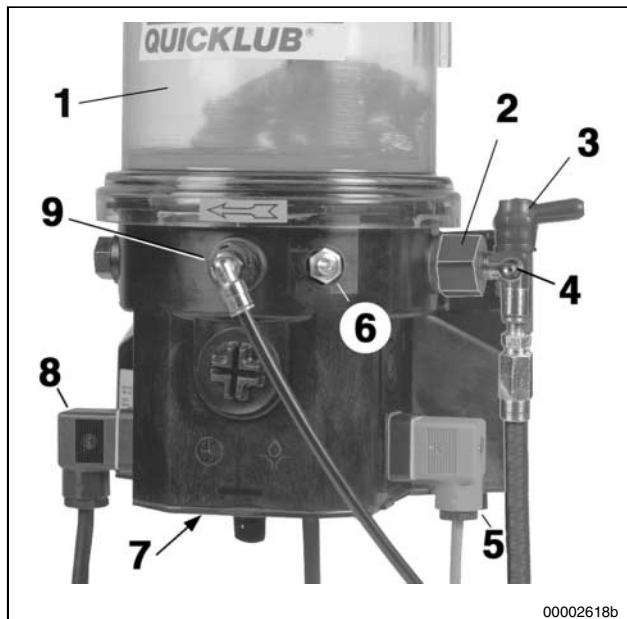

Fig. 4 Pièces composant la pompe
- La cote "S" indiquée sur la figure 4 peut être déterminée suivant la fig. 11 en fonction du débit désiré.